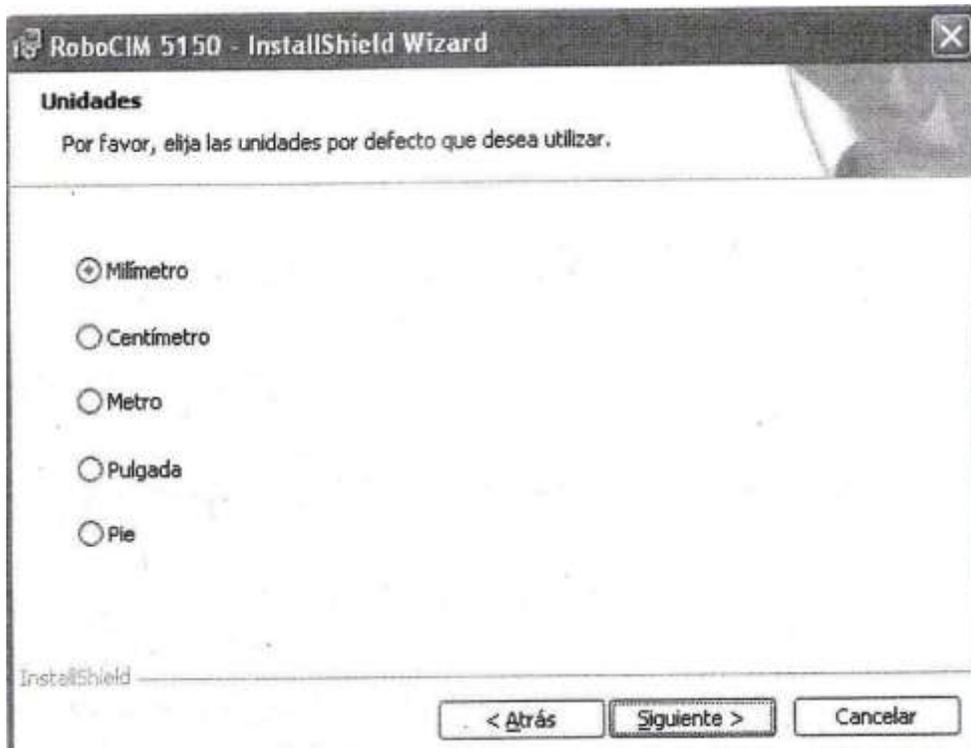

Figura 1-1. Cuadro de diálogo para la selección de la unidad por defecto.
- En el momento de seleccionar las unidades por defecto (figura 1-1), escoja la que desea utilizar para todas las mediciones de longitud y de distancia. La unidad seleccionada también será utilizada en todos los valores de las coordenadas visualizadas en el programa. Igualmente, esta unidad será utilizada por defecto cada vez que se inicie una nueva sesión de trabajo.